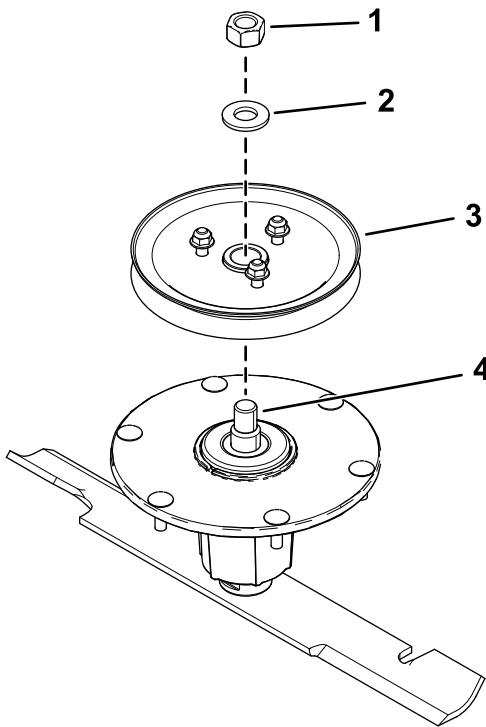

Figura 9
5. Instale o conjunto da roldana no eixo utilizando a anilha e porca superior (Figura 9).